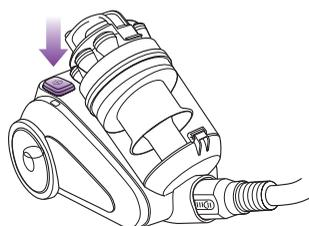

fig. 3
- 3 Veuillez mettre l'appareil en marche en appuyant avec votre pied sur le bouton Marche/Arrêt situé sur l'aspirateur (Fig. 3), puis veuillez appuyer sur l'interrupteur d'alimentation situé sur la poignée du boyau flexible pour mettre la tête motorisée en marche. (Fig. 4)